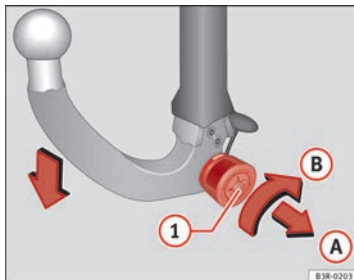
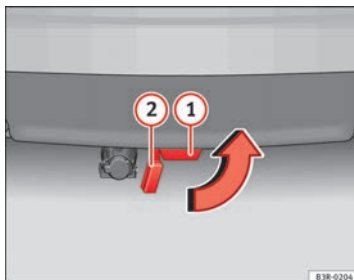

Abb. 162 Abnehmbare Anhängervorrichtung: Kugelstange abbauen
Abb. 163 Hinterer Stoßfänger: Verschlussdeckel einsetzen
- Stecken Sie den Schlüssel in das Schloss ① ⇒ Abb. 162 am Handrad.
- Halten Sie die Kugelstange fest und ziehen Sie das Handrad in Pfeilrichtung ① heraus.
- Drehen Sie das Handrad in gezogener Position bis zum Anschlag in Pfeilrichtung ②.
- Ziehen Sie die Kugelstange nach unten aus dem Aufnahmebohrer ① ⇒ Abb. 163 heraus. Dabei wird der Aufnahmebohrer durch die Verschlussklappe ② automatisch verschlossen.